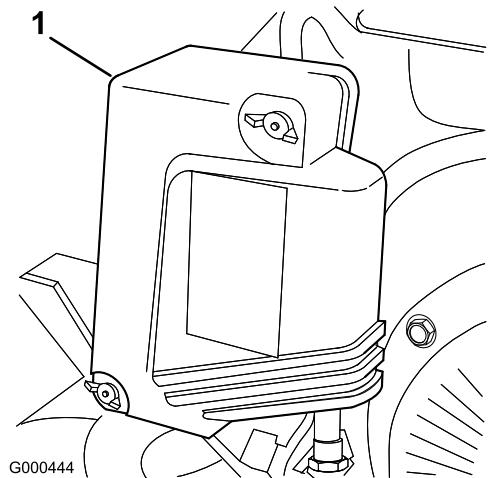

Figura 21
2. Retire as porcas que fixam a parte superior do filtro de ar e retire a cobertura (Figura 21).